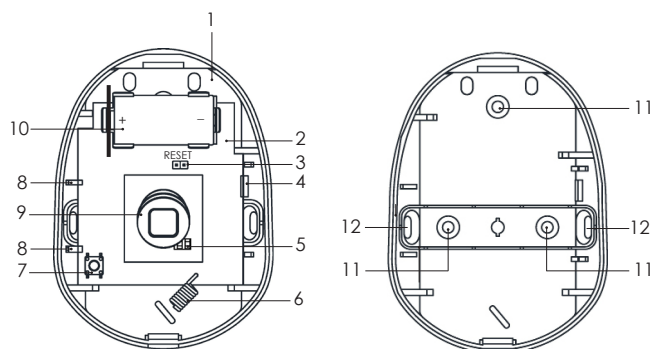

Рисунок 2
- извлеките печатную плату (рис.2, поз.2), отжав удерживающий ее фиксатор (рис.2, поз.4);